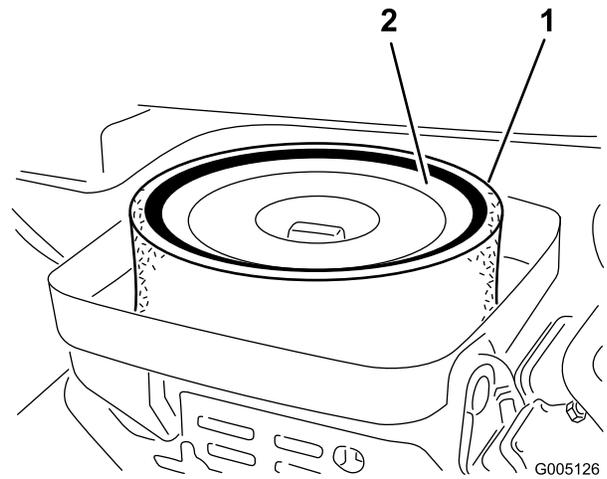

図 45
3. スポンジ（図 45）を点検し、汚れていればペーパーエレメントから外す。以下の要領で丁寧に清掃してください：